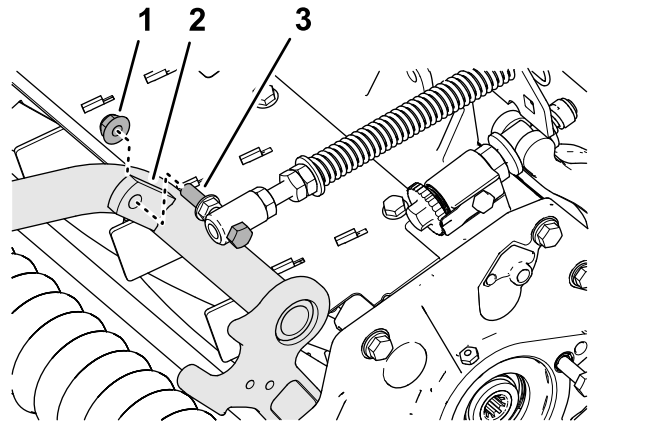

Figura 9
4. Monte o parafuso de fixação da mola de compensação da relva na aba direita da estrutura da carroçaria (Figura 9) com a porca de bloqueio flangeada (3/8 pol.).